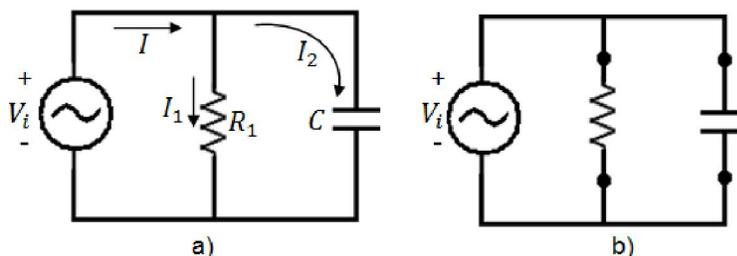

Figura 7.5. Circuito resistivo-capacitivo paralelo, mida el voltaje usando el osciloscopio.
b).- Construya el circuito de la figura 7.5, con $V_i = 5 \text{ sen}(\omega t)$ de frecuencia $f = 1 \text{ KHz}$ y seleccione la resistencia que este dentro del rango de $2\text{K}\Omega \leq R \leq 900\text{K}\Omega$. Mida el voltaje, corriente de cada elemento del circuito y llene la tabla 7.9.